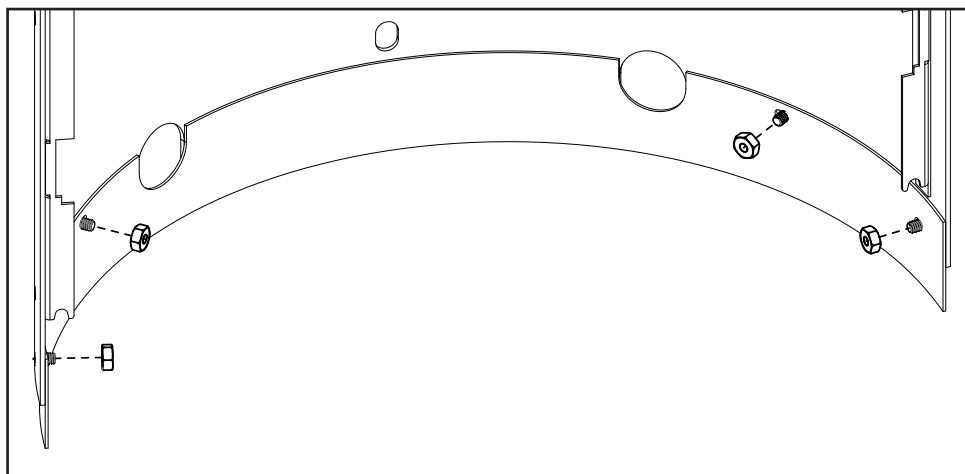

Figure 30: Retrait de la jupe arrière
Retirez les six (6) écrous retenant la jupe arrière à l'aide d'une douille 3/32" (ou 9 mm) (voir la Figure 30).